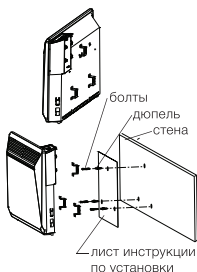

Рис. 4
- достать лист инструкции по установке (А) из коробки и приложить к стене, на место, куда будет установлен прибор. (рис. 4);
Произвести чистку пространства позади установленного на стене обогревателя довольно несложно. Нажмите вниз две защелки (рис. 4) на задней стенке обогревателя, и потяните сам обогреватель вперед. После того, как он будет снят, можно будет вымыть стенку, на которой он был установлен.